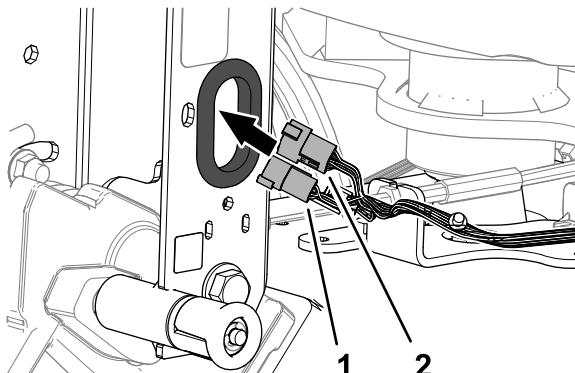

図 8
1. マシンのワイヤハーネスについている6ピンコネクタと12ピンコネクタを、ハンドルバーのチャネル部材についているハトメに通す図 8。